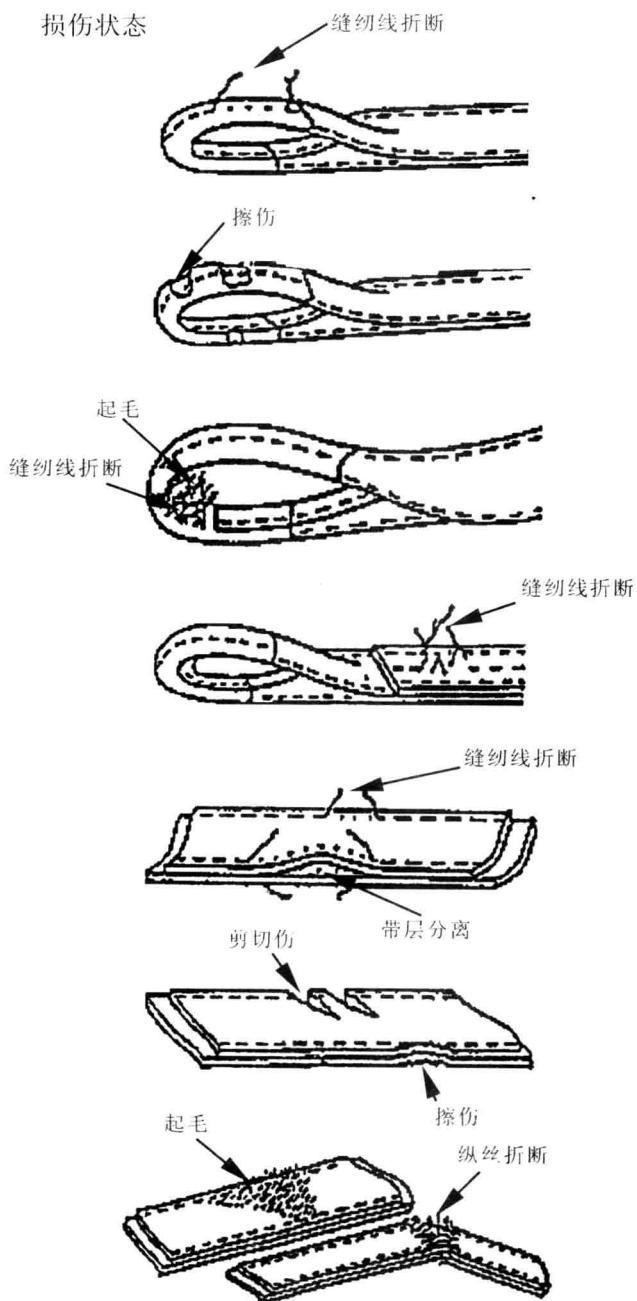

图 1-6 示意图 (5)
- (2) 使用前应外观检查尼龙吊索是否有如图 1-6 所示的损伤。若有，则剪断扔掉。即使外观无损坏，也不要使用超过 7 年的尼龙吊索。注意：若使用破损的尼龙吊索起吊货物，则可能导致重大人身事故，使用前必须外观检查尼龙吊索。